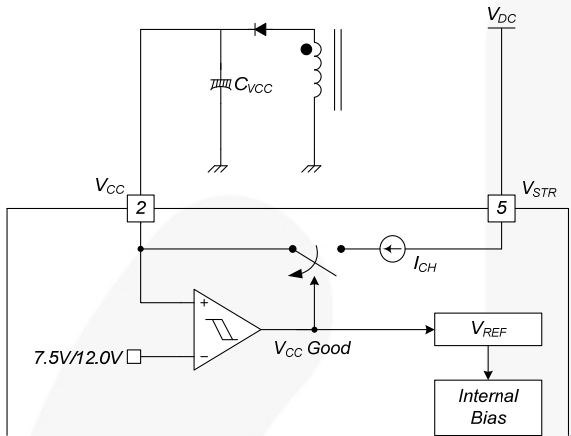

图 19. 启动框图
**1. 启动:** 启动时, 内部高压电流源提供内部偏压并为连接至  $V_{CC}$  引脚的外部电容器 ( $C_{VCC}$ ) 充电, 如图 19 所示。当  $V_{CC}$  达到 12 V 时, FSL137MRIN 开始开关过程, 内部高压电流源被禁用。除非  $V_{CC}$  低于停止电压 7.5 V, 正常的开关操作持续进行, 电源由变压器辅助绕组提供。